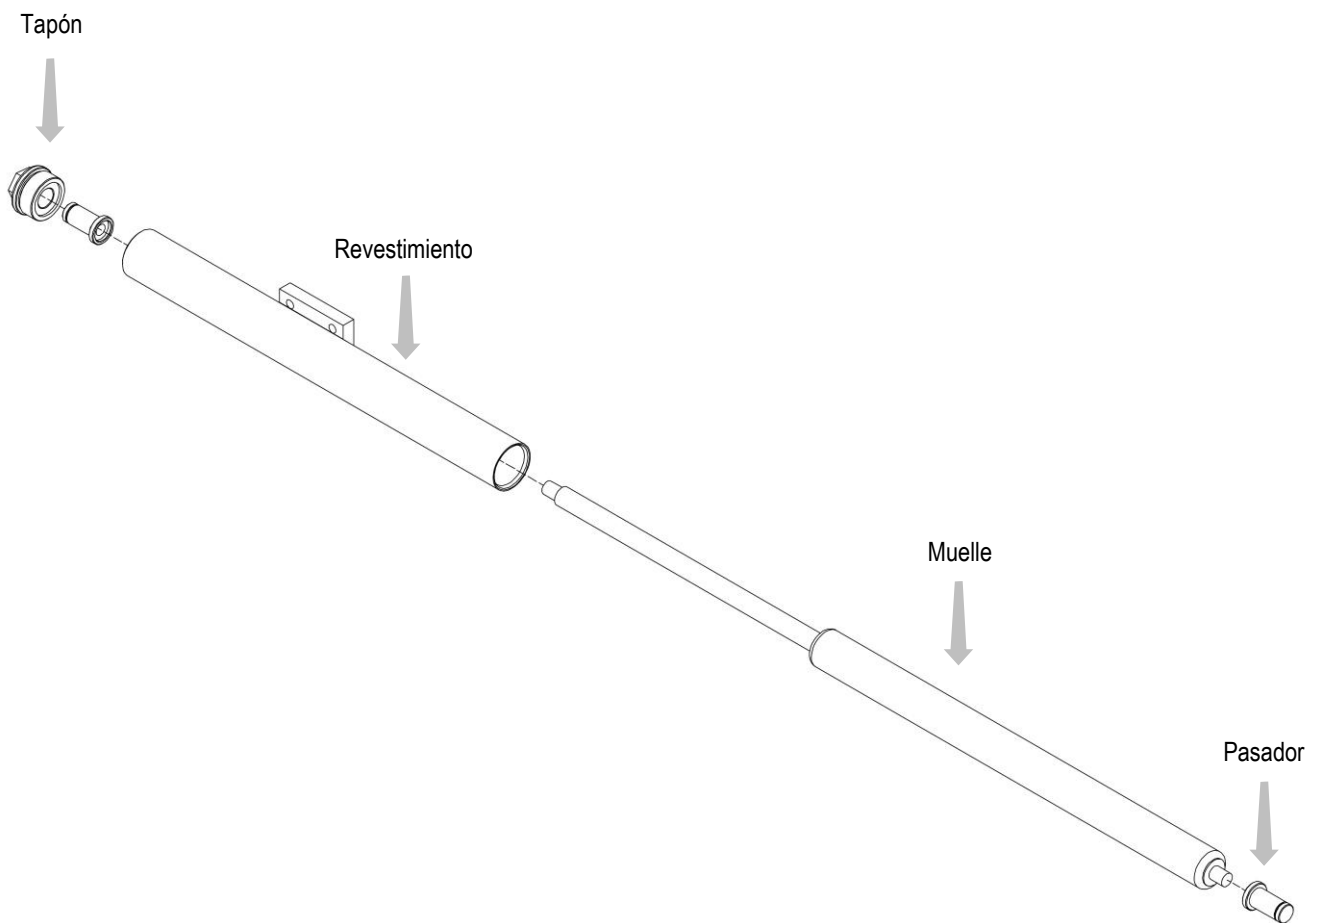

Figura 22
6. Referirse a la *Figura 22*.